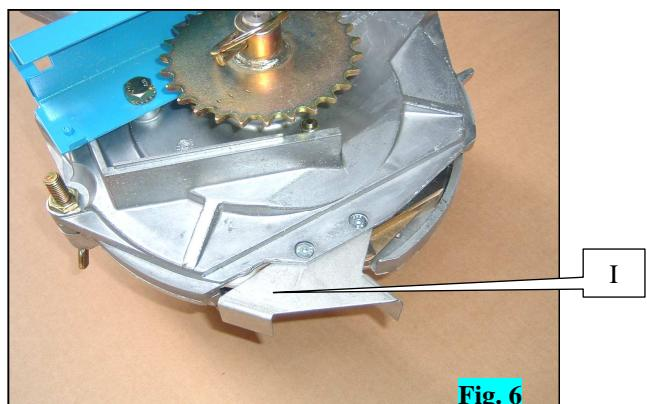

Fig. 6
- **Sur semoir NG+ et NX (à partir de 2006)**, enlever le couvercle du boîtier A (fig.1) et la distribution. Retirer la tôle de protection I (Fig. 6) fixée sur le boîtier.
- **On NG+ and NX seeders (from 2006)**, remove the unit's cover A and the feed mechanism. Remove the protective metal plate I (Fig. 6) mounted on the unit.
- **Bei einer NG++ oder NX-Sämaschine (ab 2006):** Nehmen Sie den Deckel des Gehäuses A (Abb.1) und das Säsystem ab. Entfernen Sie das Schutzblech I (Abb. 6), das auf dem Gehäuse befestigt ist.